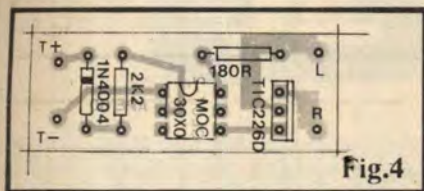

Fig.4
**- FIG. 4 - "CHAFEADO" DA MONTAGEM** - Terminada (e conferida...) a plaquinha, o montador pode passar à inserção e soldagem das peças, guiando-se pelo gabarito oferecido pelo "chapeado", em tamanho natural na figura... A face não cobreada da placa é vista com todas as peças posicionadas, devidamente identificadas pelos seus códigos, valores, polaridades, etc., como é norma nas descrições de montagens em APE... Muita atenção aos seguintes itens, referentes aos componentes **polarizados**, que **não podem** ser ligados invertidos (sob pena de não funcionamento do circuito, e até da "queima", pura e simples, de alguma peça...):